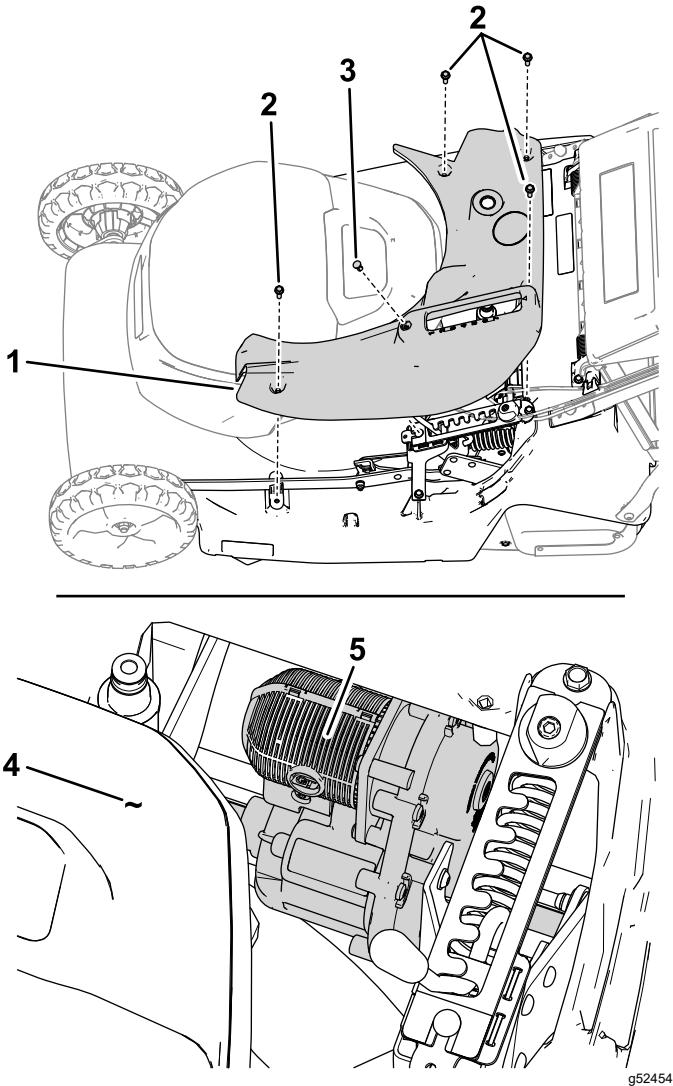

Figura 26
2. Retire la cubierta superior retirando los 4 pernos (M6) y una grapa (Figura 26).
3. Usando un cepillo, retire cualquier residuo de la superficie de la transmisión, especialmente de los orificios de ventilación de la transmisión (Figura 26).